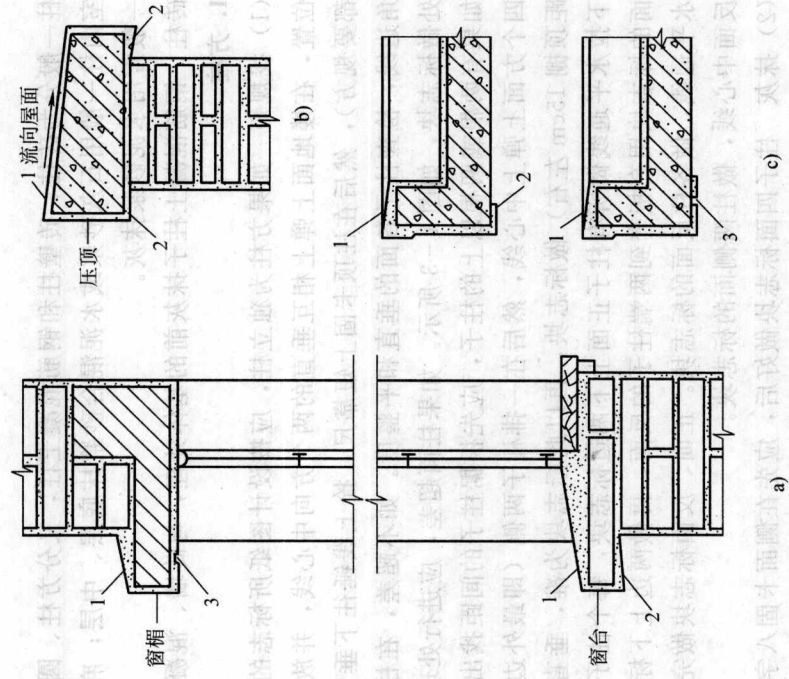

图 1-2 流水坡度、滴水线（槽）示意图
10) 外墙窗台、窗楣、雨篷、阳台、压顶和突出腰线等，上面应做流水坡度，下面应做滴水线或滴水槽（图 1-2）。滴水槽的深度和宽度均不应小于 10mm，并整齐一致。